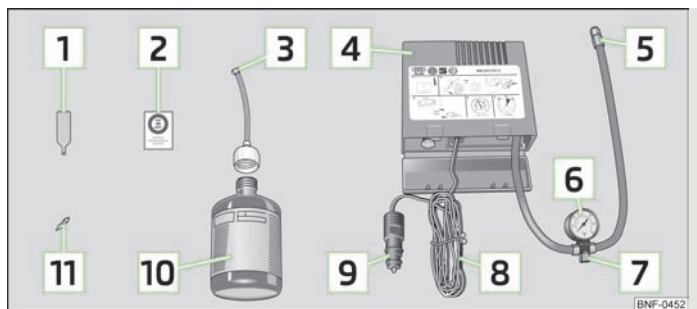

Fig. 113 Havarisættets dele
- Klæb mærkaten » Fig. 113 på instrumentpanelet i førerens synsfelt.
- Ryst flasken med dæktætningsmiddel » Fig. 113 nogle gange kraftigt frem og tilbage.
- Skru luftkompressorens påfyldningsslange » Fig. 113 fast på dækventilen.